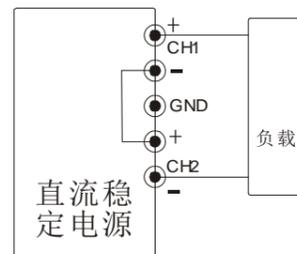

图 5-2 单电源串联输出示意图
(D) 如只需单电源供电, 将测试线一端接到 CH2 的负端, 另一端接到点 CH1 的正端, 两端可提供 2 倍的输出电压值。如图 5-2